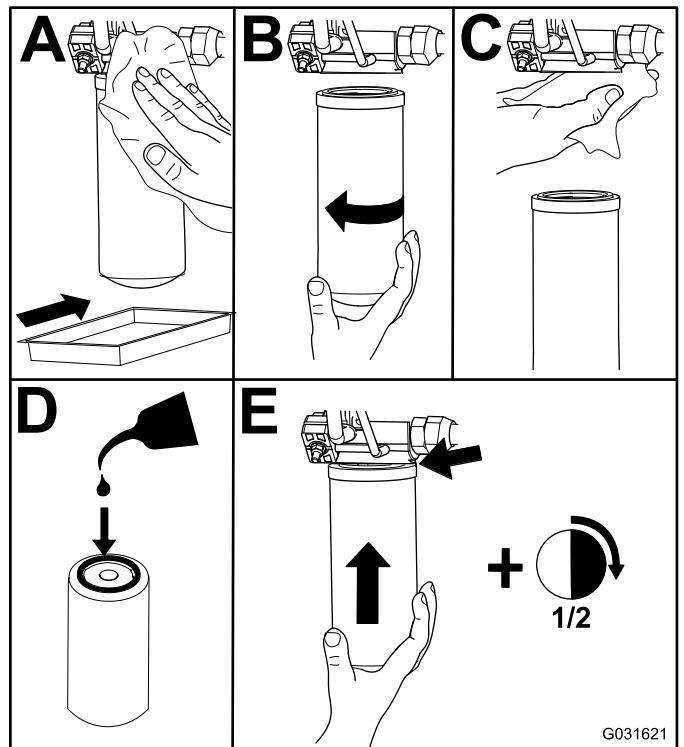

Figure 97
2. Remplacez le filtre hydraulique de charge au niveau du compartiment de levage hydraulique, comme montré à la Figure 97.
4. Reposez le filtre de retour sur le côté droit de la machine (Figure 97).